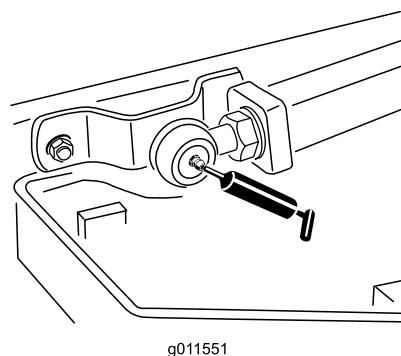

Рисунок 40
- Шаровые опоры подъемных рычагов (2 шт.) (Рисунок 40)